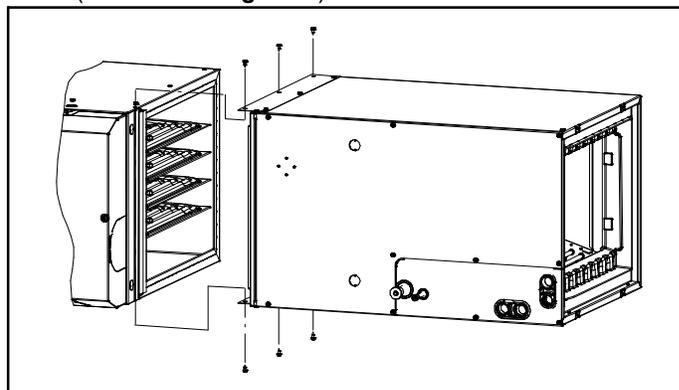

Figure 5 – Installation horizontale vers la droite
4. Utilisez des vis autotaraudeuses pour fixer l'appareil de chauffage. (Consultez la **Figure 5.**)